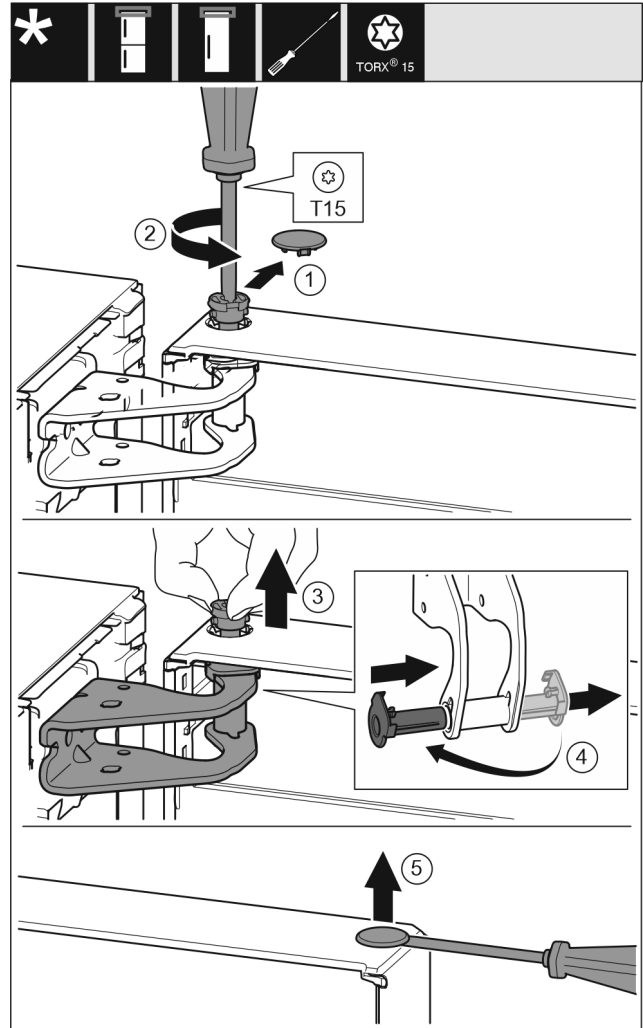

Fig. 12
- Vedä suojakansi varovasti irti. Fig. 12 (1)
- Kierrä tappia T15-ruuvimeisselillä hieman ulos. Fig. 12 (2)
- Pidä kiinni ovesta ja vedä tappi ulos sormien avulla. Fig. 12 (3)
- Vedä laakeriholkki ulos ohjaimesta. Aseta toiselta puolelta paikoilleen ja anna lukittua. Fig. 12 (4)
- Kohota ovilaakeriholkin nastaa varovasti uraruuvimeisselillä ja vedä se ulos. Fig. 12 (5)